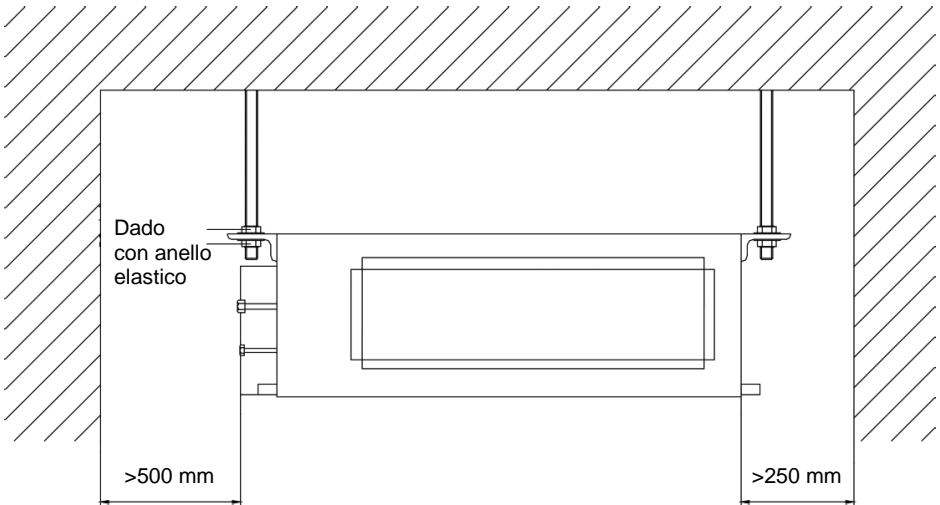

Fig. 2
- 4) Verificare se la zona attorno all'unità sia libera per consentire la manutenzione secondo quanto riportato nella fig. 2.